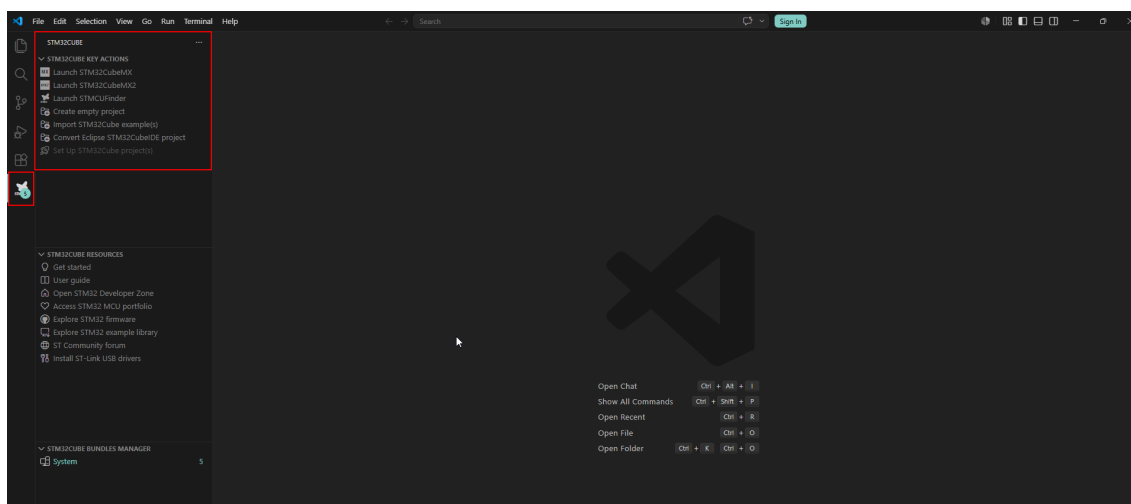

Figura 4: STM32Cube - opciones de trabajo
3. Se abrirá un panel lateral en el editor que mostrará las siguientes 7 opciones de configuración y creación (figura 4):